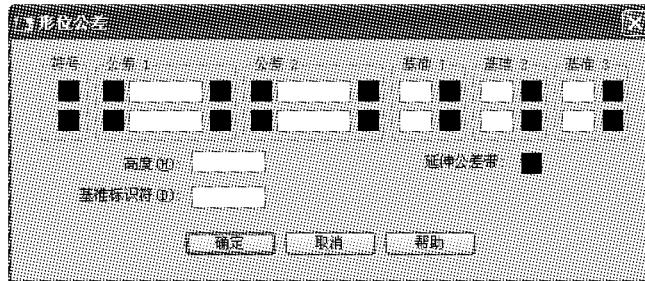

图 3.36 “形位公差”对话框
(1) 确认状态栏的“对象捕捉”按钮 $\text{O}\text{B}\text{J}\text{E}\text{C}\text{T}\text{P}\text{R}\text{Y}$ 处于打开状态。单击“公差”按钮 $\text{T}\text{O}\text{L}\text{E}\text{R}\text{A}\text{N}\text{C}\text{E}$ ，弹出“形位公差”对话框，如图 3.36 所示。